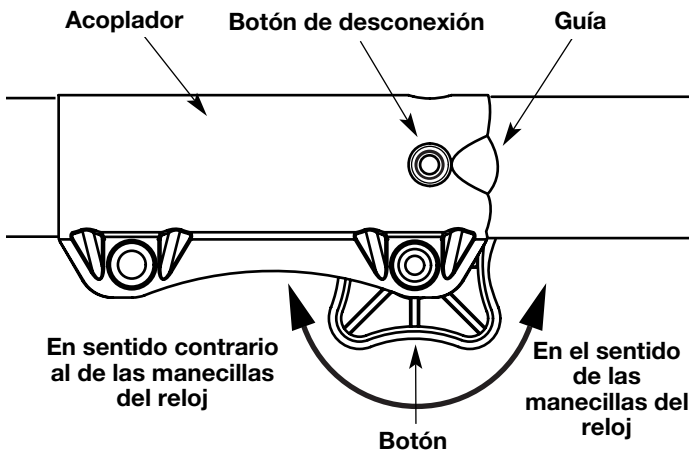

Fig. 1
1. Para aflojarlo, gire el botón en el sentido opuesto al de las manecillas del reloj (Fig. 1).
2. Oprima y sostenga oprimido el botón de liberación (Fig. 1).
2. Apriete el botón girándolo hacia la derecha (Fig. 1).
**NOTA:** La alineación del botón de desconexión con la guía ayuda en la instalación (Fig. 1).